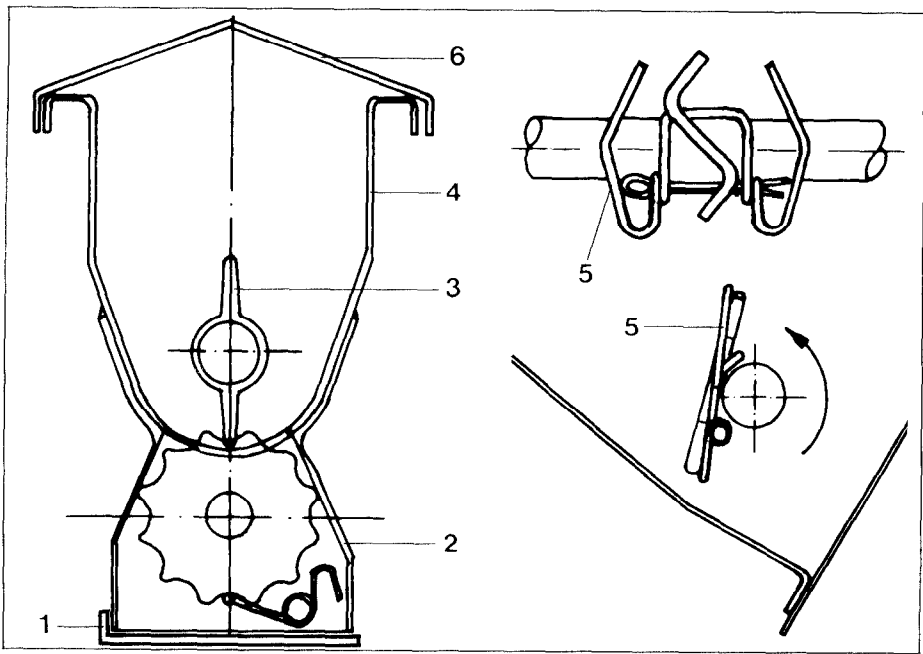
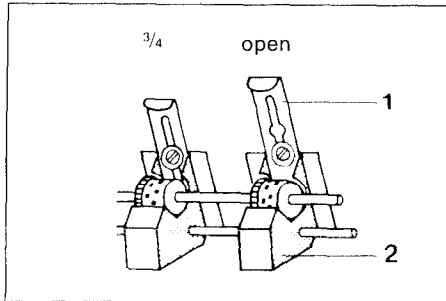

Fig. 38
Fig. 39
- a. Afsluitplaten (fig. 38/1) van onder de doseerhuizen (fig. 38/2) afnemen. In gevallen dat enkele zaairaden niet worden gebruikt, moeten de afsluitplaten aan de doseerhuizen over de niet in gebruik zijnde zaairaden blijven.
- b. Ontsmettingsapparaat met ontsmettingsmiddel vullen. Hierbij er op letten dat de rubber-roerderas (fig. 38/3) in de ontsmettingsmiddeltrechter (fig. 38/4) recht op staat. Deze stand verkrijgt men door aan het aandrijfwiel te draaien wanneer dit van de grond is gelicht. Ontsmettingsapparaat door opleggen van het deksel afsluiten.
- i. Afsluitschuiven (fig. 39/1) van de zaaihuizen (fig. 39/2) op stand „ $\frac{3}{4}$ ” schuiven, ook wanneer in de zaaitabel stand „open” wordt opgegeven. Door de intensieve roerwerking van de roerbeugels (fig. 38/5) kan nu het zaaigraan via de zaairaden onbelemmert naar buiten stromen.
Het ontsmettingsapparaat kan men leeg maken door eerst de ringbouten los te draaien en daarna het apparaat rond de steunpunten aan de zaaikast, om te draaien. De resten van het ontsmettingsmiddel vallen dan in het deksel (fig. 38/6). Door het deksel af te nemen kunnen de resten eenvoudig verwijderd worden.
De grootste nauwkeurigheid bij de ontsmetting van het zaad verkrijgt men door een afdraaiproef. Hiervoor moet, nadat gehandeld is zoals onder de punten a.–e. op blz. 37 beschreven is, de zaadtrecther geleegd worden. Door enige omwentelingen met de afdraaislinger is te controleren of uit alle doseerhuizen ook ontsmettingsmiddel valt. Daarna worden door de afsluitplaten te sluiten (fig. 38/1), de doseerhuizen afgesloten.
Men draait nu met de slinger eenzelfde aantal omwentelingen als bij de afdraaiproef voor granen. Hierdoor valt het ontsmettingsmiddel op de afsluitplaten (fig. 38/1) onder de doseerhuizen (fig. 38/2).
De afsluitplaten (fig. 38/1) worden nu voorzichtig weggeschoven. Hierbij er op letten dat geen ontsmettingsmiddel gemorst wordt. Daarna het ontsmettingsmiddel op een stuk papier schudden en met een briefweger wegen.